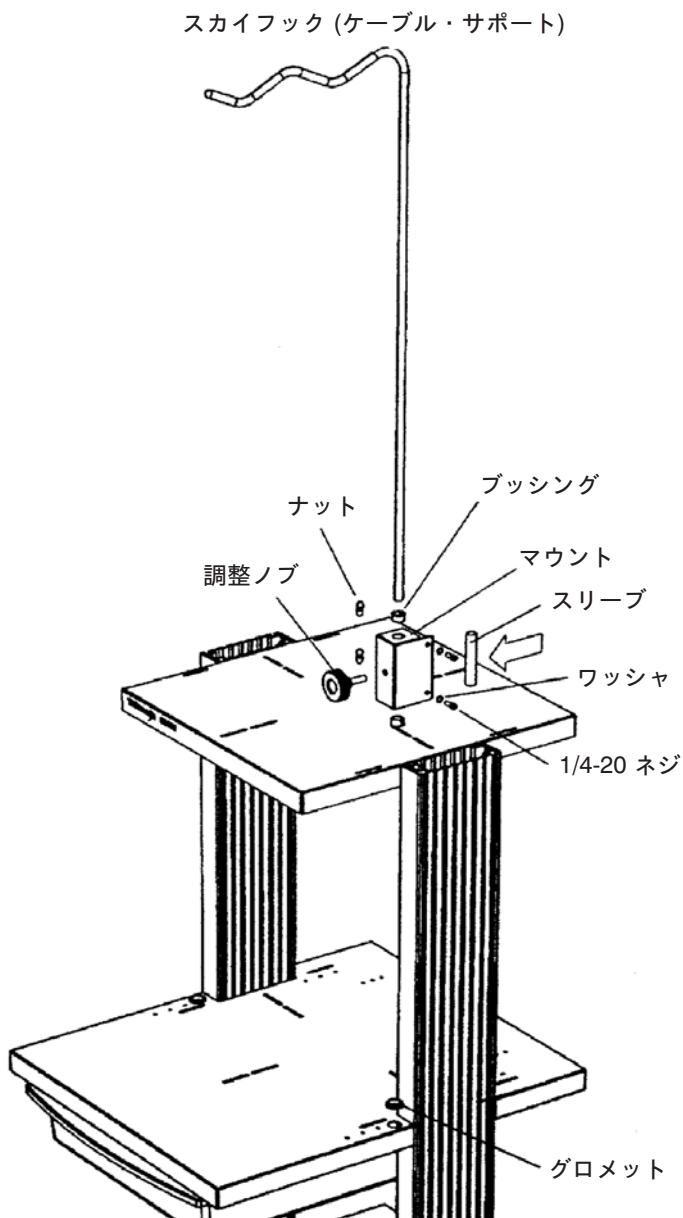

図 3 : スカイフック (ケーブル・サポート) の取り付け (K4000 型台車)
2. 図 3 に示すように、ナット、ロックワッシャ、およびキャップ・ヘッド型ネジをマウントに取り付けます。ネジは固く締めずにゆるめにしておきます。ナットを 1 回転以上締めないでください。
3. 図 3 に示すように、最初にブッシングをマウントのトップとボトム穴に押し込みます。次に、スリーブをマウントの中に入れ、マウントの上下の隙間で位置調整をします。スカイフックをマウントの上からスライドさせ、スリーブの中を通します。ここで調整ノブを取り付け、軽く締めてスカイフックが動かないようにします。